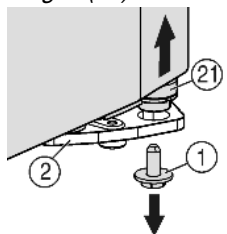
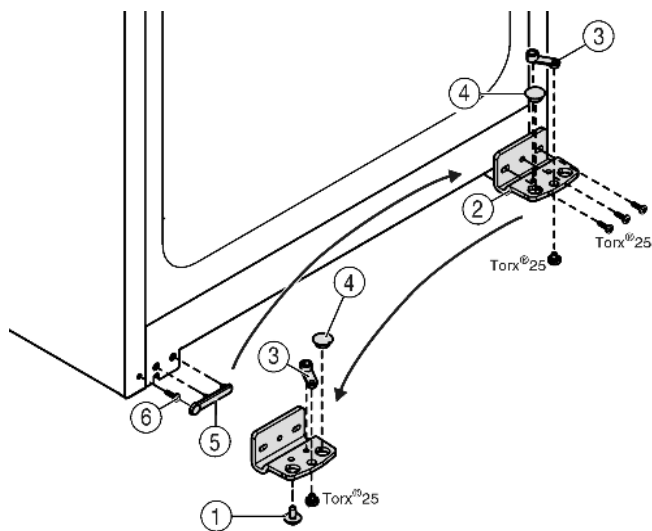

Fig. 6
Fig. 7
- ▶ Vpravo dole na stojanu ložiska vyšroubujte pojistný šroub Fig. 6 (1).
- ▷ Ložiskový čep Fig. 6 (21) se uvolní ze stojanu ložiska Fig. 7 (2).
- ▶ Pokud se ložiskový čep Fig. 6 (21) neuvolní, vytlačte čep zdola.
- ▶ Našroubujte stojan ložiska Fig. 7 (2).
- ▶ Našroubujte ložiskový díl Fig. 7 (3) a přemístěte do protilehlého upínacího otvoru stojanu ložiska, opět přišroubujte.
- ▶ Vyjměte ze stojanu ložiska zátku Fig. 7 (4) a nasadte do protilehlého upínacího otvoru stojanu ložiska.
- ▶ Opatrně zvedněte kryt Fig. 7 (5) na straně madla.
- ▶ Vyšroubujte šroub Fig. 7 (6) a na protější straně ho opět nasadte.
- ▶ Kryt Fig. 7 (5) opět nasadte.
- ▶ Přišroubujte opět stojan ložiska Fig. 7 (2) na novou stranu závěsu (silou 4 Nm), příp. pomocí akumulátorového šroubováku.
- ▶ Zašroubujte a dotáhněte pojistný šroub Fig. 6 (1) dole do ložiskového čepu (**silou 4 Nm**).